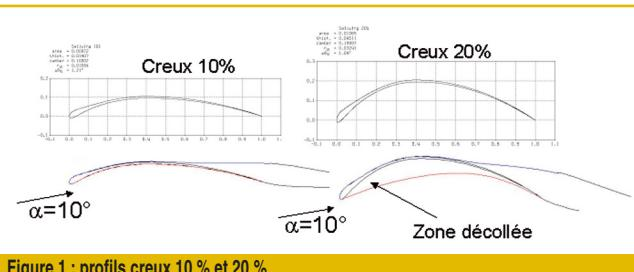

Figure 1 : profils creux 10 % et 20 %
- plus ou moins creux, avec un bord d'attaque gonflé en goutte d'eau. Sur la Sailwing, ce bord d'attaque est "tenu" gonflé par des entrées d'air situées à l'arrière, peu courant en parapente (voir figure 3). Nous verrons plus loin un mécanisme possible pour expliquer ce fonctionnement (Figure 1).
On peut remarquer sur les photos de la voile que le profil semble nettement plus creux au voisinage des "quilles" de suspension que dans les zones gonflées entre ces quilles. Pour estimer les caractéristiques, on peut choisir 2 formes "génériques" différentes : l'une avec un creux de 10 % de la corde, l'autre avec un creux de 20 %. Ces deux formes sont présentées figure 1, ainsi